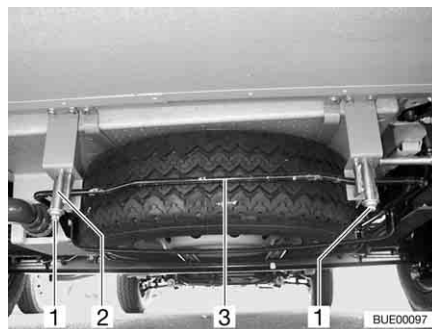

Fig. 249 Supporto per la ruota di scorta (cestino di alloggiamento)
- Allentare i dadi (Fig. 249,1) sul gancio destro e sinistro (Fig. 249,2) del supporto per la ruota di scorta.
- Premer leggermente la staffa (Fig. 249,3) verso l'alto. Contemporaneamente spingere il gancio verso il basso e sganciare la staffa.